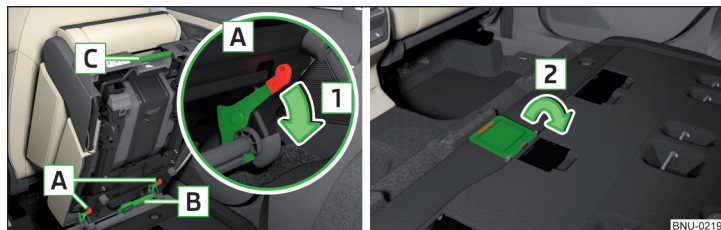

Fig. 93 Desbloquear el asiento / Tapar las tapas de cubrimiento
- Desbloquear el asiento presionando los bloqueos de asiento **A** en sentido de la flecha **1** » **fig. 93.**
- Retirar el asiento central y cerrar la tapa de recubrimiento para el enchufe en el suelo » **fig. 93 de la pág. 92.**
- Antes de colocar el asiento central, abrir la tapa de recubrimiento para el enchufe en el suelo contra el sentido de la flecha **2** » **fig. 93 de la pág. 92.**